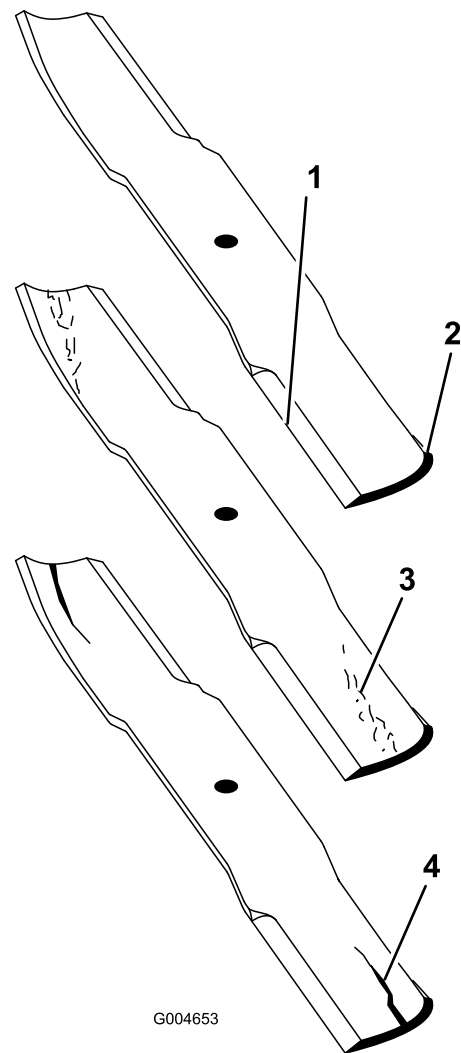

図 77
2. ブレードの切っ先を注意深く観察、特に、直線部と曲線部が交わる部分をよく観察する 図 77。
**注** この、直線部と曲線部の交差域は、砂などによる磨耗が進みやすい部分なので、機械を使用する前によく点検することが必要である。磨耗が進んでいる場合 図 77には、ブレードを交換する。